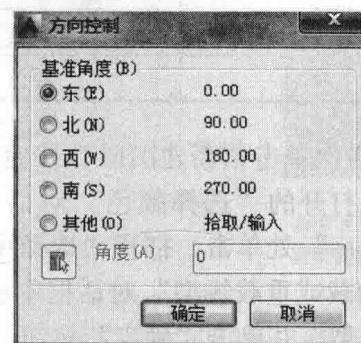

图 1-3 “方向控制”对话框
- 在“图形单位”对话框中，单击“方向”按钮，打开“方向控制”对话框，使用默认的“东”为测量角度的基准方向，如图 1-3 所示。